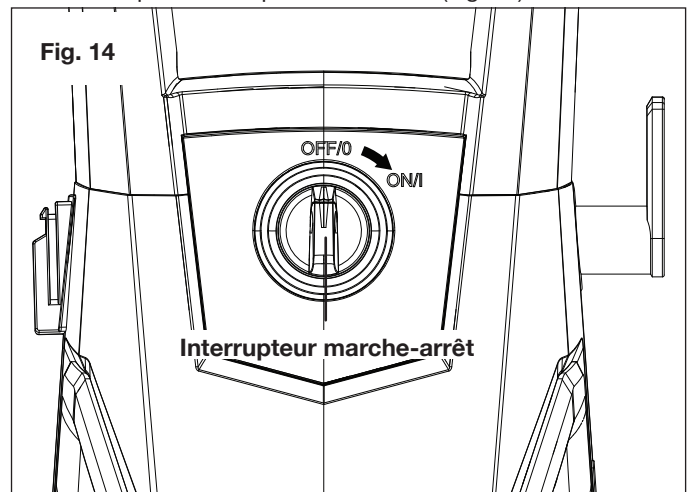

Fig. 14
7. Pour démarrer le nettoyeur haute pression, tournez l'interrupteur sur la position « ON/I » (Fig. 14).